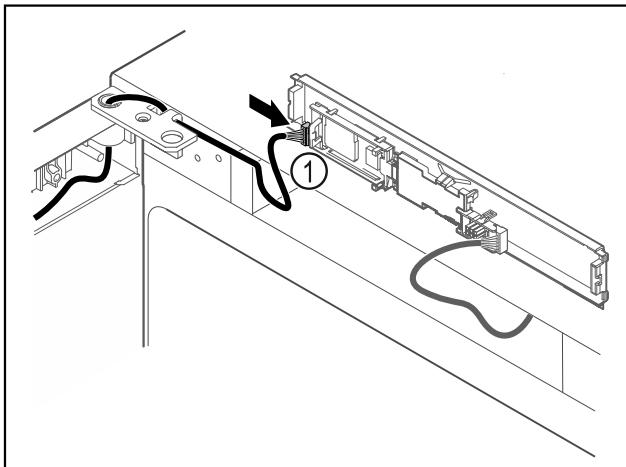

Fig. 60
- Подключите штекер Fig. 60 (1) к панели.